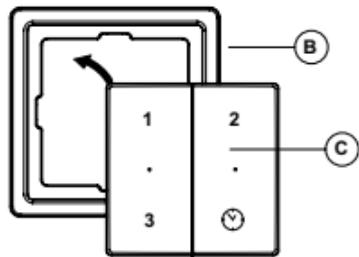

Fig. 5.
2. Platzieren Sie den drahtlosen Schalter C (Abb. 5) so im Rahmen B, dass er einrastet.